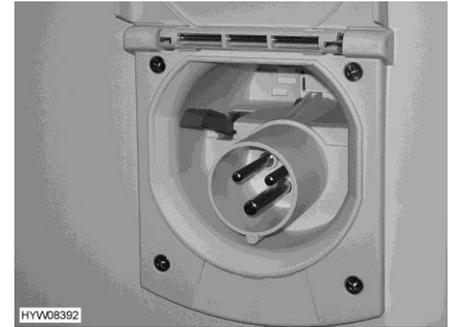

Fig. 189 Conexión de 230 V en el vehículo (sin unidad de servicio)
- Conector enchufable en el exterior del vehículo: abrir la cubierta de la conexión de 230 V en el vehículo (Fig. 189) y enchufar el conector enchufable. Prestar atención a que la saliente de retención de la tapa con resorte esté engatillada.